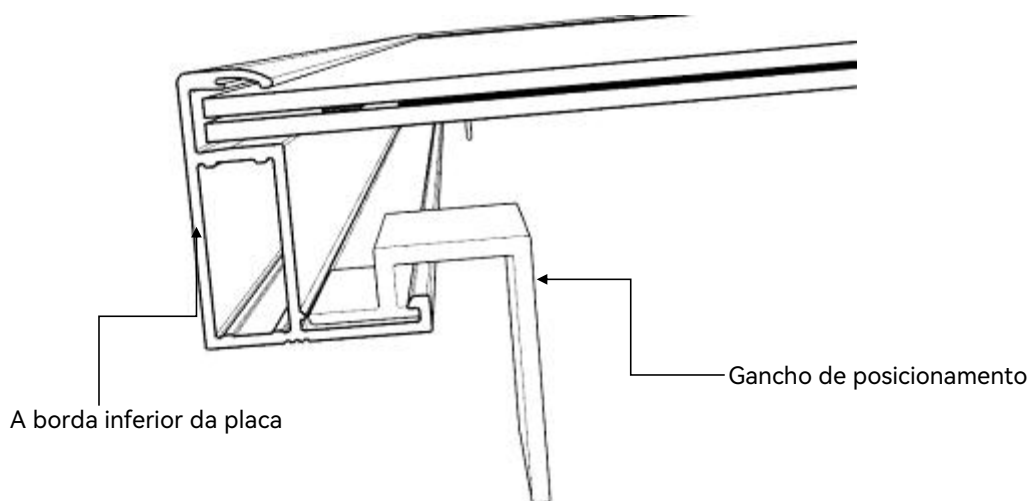
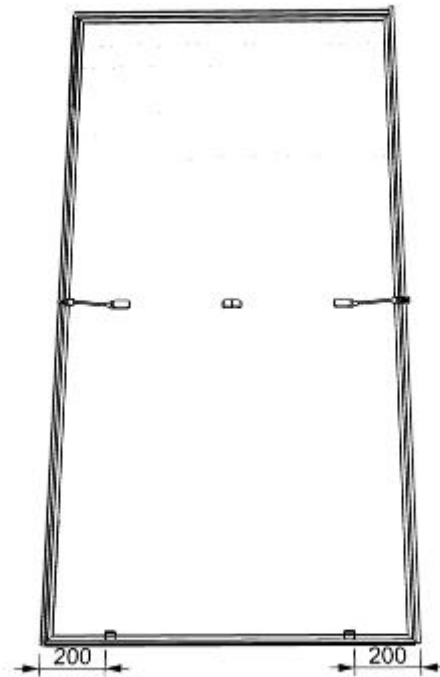

Figura 27
Figura 28
- 14) Antes de instalar a segunda fileira de produtos, primeiro instale dois ganchos de posicionamento na borda inferior do produto (conforme mostrado na Figura 27). A distância entre os dois ganchos de posicionamento e as bordas direita e esquerda deve ser de 200 mm (conforme mostrado na Figura 28).